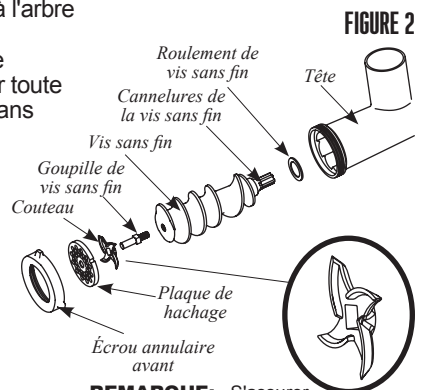

FIGURE 2
3. Insérer la vis sans fin, avec le roulement de la vis sans fin fixé sur la tête (**FIGURE 2**). Aligner les cannelures de la vis sans fin à l'arbre d'entraînement du hachoir.
4. Placer le couteau sur la partie carrée de la goupille de la vis sans fin (**FIGURE 2**). S'assurer que les lames du couteau sont dirigées avec l'extérieur.